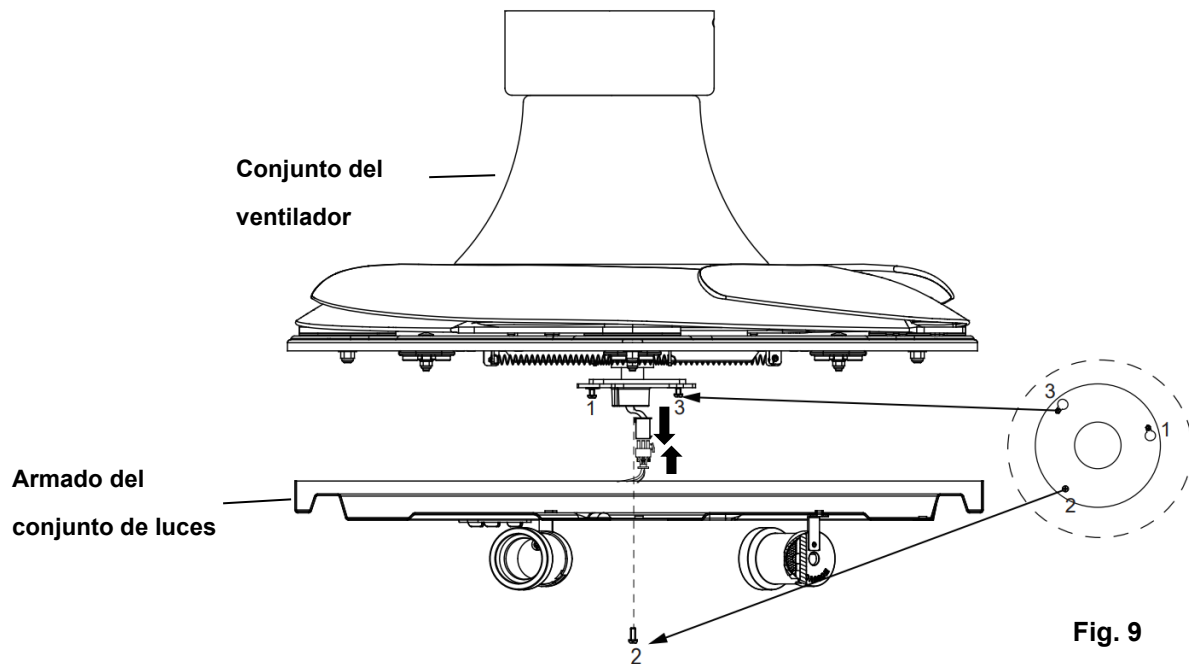

Fig. 9
INSTALACIÓN DEL JUEGO DE LUCES (Fig. 9, 10 y 11)
1. Afloje el tornillo (2) del soporte del ventilador. Alinee los dos tornillos de cabeza ranurada con la ranura (1) y (3) de la placa del juego de luces. (**Fig. 9**)
2. Gire el kit de iluminación en sentido antihorario hasta que los tornillos de cabeza ranurada queden firmes en el extremo de las ranuras (2).
3. Fije el tornillo (2) al soporte del conjunto de luces. Apriete los tres tornillos. No los apriete en exceso.
4. Conecte el conector rápido del conjunto del ventilador al conector rápido del conjunto del juego de luces (Fig.9).